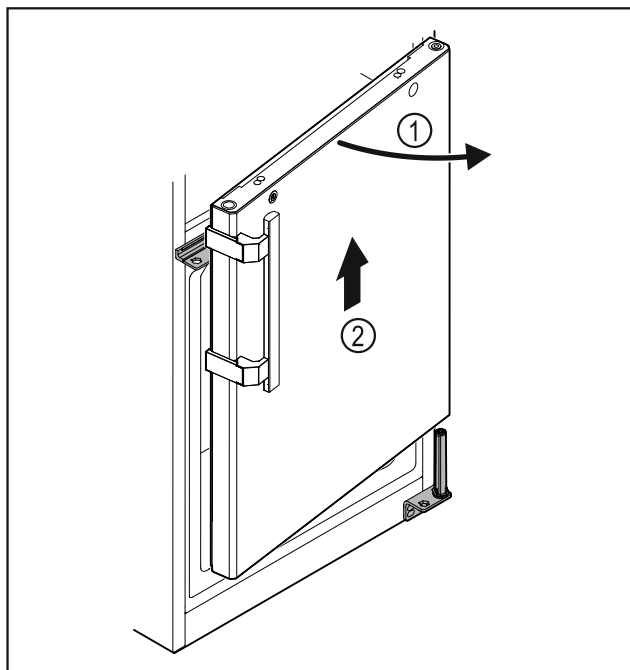

Fig. 35
- Abrir ligeramente la puerta Fig. 35 (1), levantarla aproximadamente 200 mm (7.87 in) hacia arriba y retirar Fig. 35 (2).